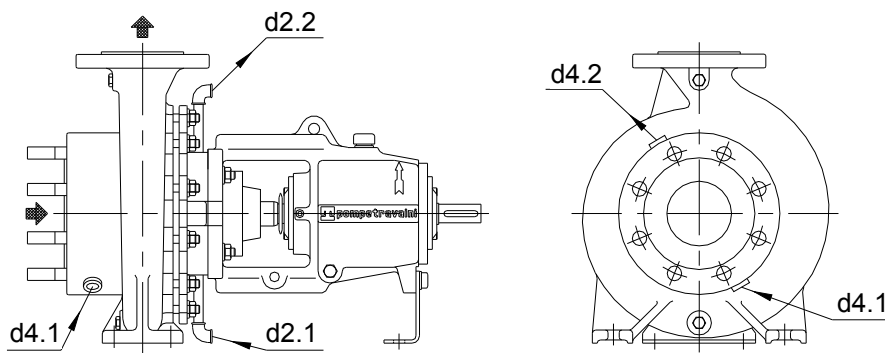

Fig. 34
**ATENÇÃO:** para o arrefecimento/aquecimento dos corpos da bomba revestidos da série MC... - TC... na versão "U2" (consultar a fig. 34) as quantidades podem variar em função da necessidade de arrefecer o corpo, respeitando SEMPRE a máxima pressão no revestimento de 3,5 bares e a temperatura máxima de 135°C.